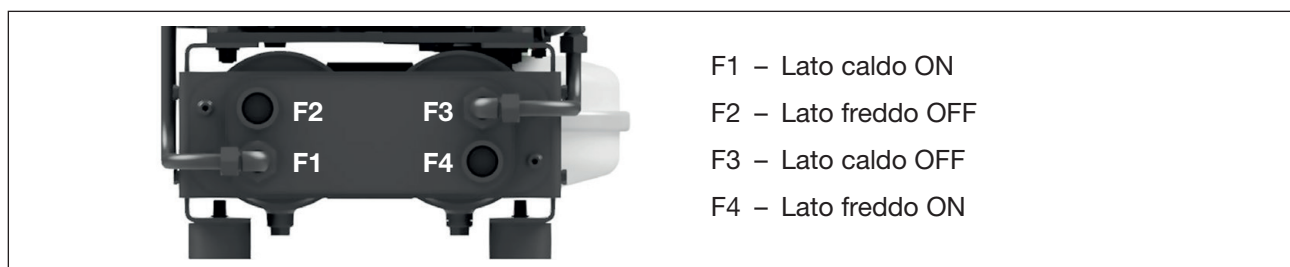

Fig. 12 Collegamenti dello scambiatore a piastre
- Installare filtri appropriati (dimensione delle maglie max 0,1 mm) agli ingressi del fluido (Fig. 12/F1 e F4) dello scambiatore a piastre in modo da prevenire eventuali contaminazioni.
- Collegare lo scambiatore a piastre al circuito di raffreddamento seguendo lo schema apposito (Fig. 12).